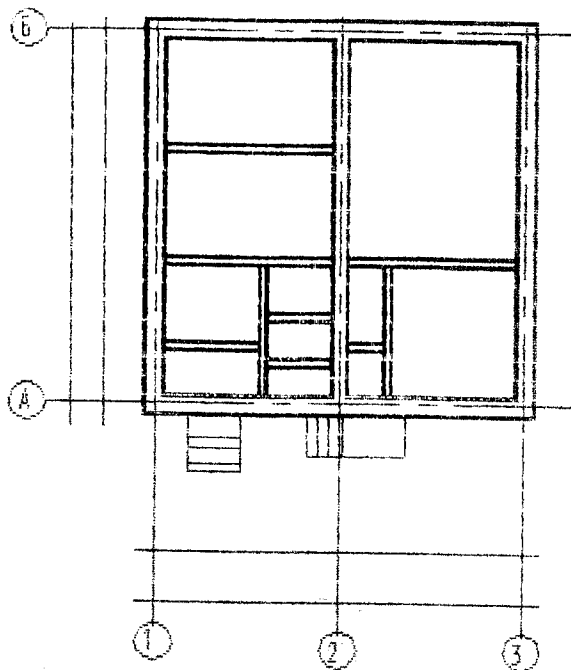

Рис.3
- 3. Вычертить все перегородки, показывая их толщину двумя линиями (рис.3).
- Вариант 3. Толщина капитальных стен из кирпича 510 мм. Привязка по осям А и В односторонняя, по осям 1 и 3 двухсторонняя 310-200 мм. Внутренняя капитальная стена по оси 2 толщиной 380 мм с центральной привязкой. Оконные проемы с четвертями (рис. 3).